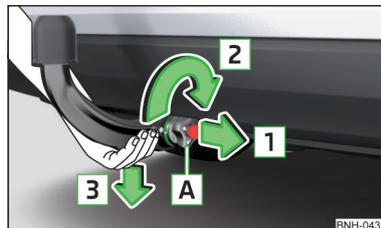

Fig. 146
- > Agarre la barra de cabeza esférica **desde abajo** » fig. 146.